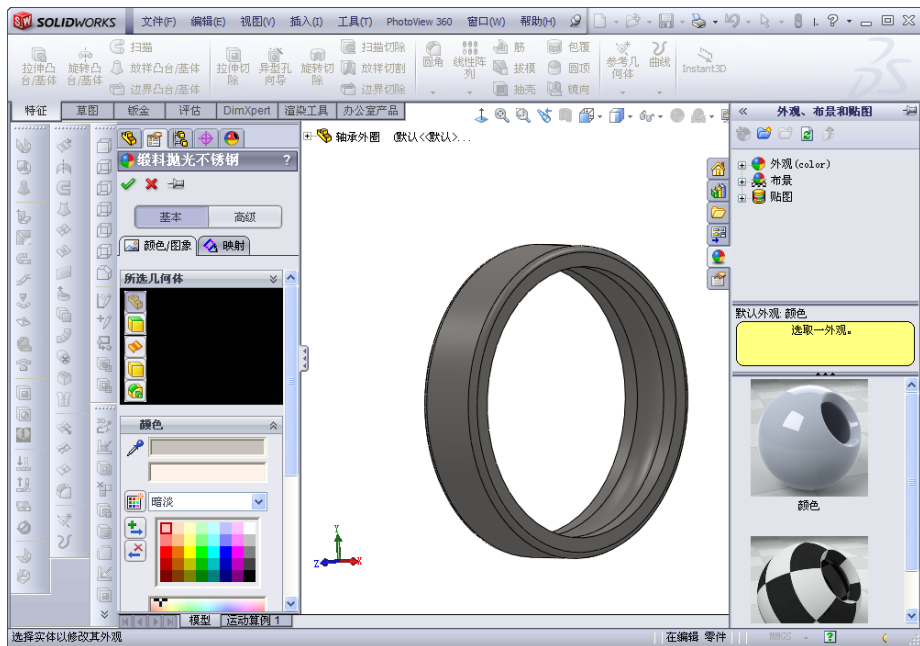

图 8-61 编辑外观
(3) 选择菜单栏“PhotoView 360”→“编辑外观”命令，在左右两侧弹出属性管理器，如图 8-61 所示。
(4) 选择菜单栏“PhotoView 360”→“编辑布景”命令，弹出“背景显示设定”对话